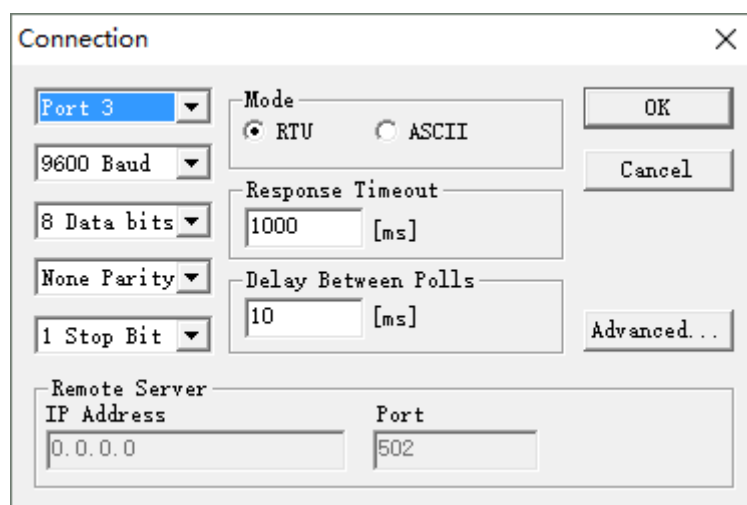

图 15 Connection 设置
(3) 点击菜单中的“Connect”项，按图 15 参数设置。端口号由用户实际使用的端口决定。